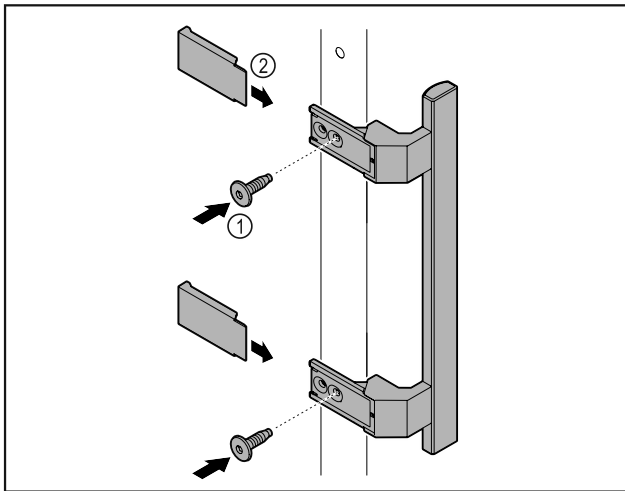

Fig. 58
- ▶ Meegeleverde greep met de meegeleverde schroeven Fig. 58 (1) op de deur aanbrengen.
- ▶ Afdekplaatje Fig. 58 (2) plaatsen.